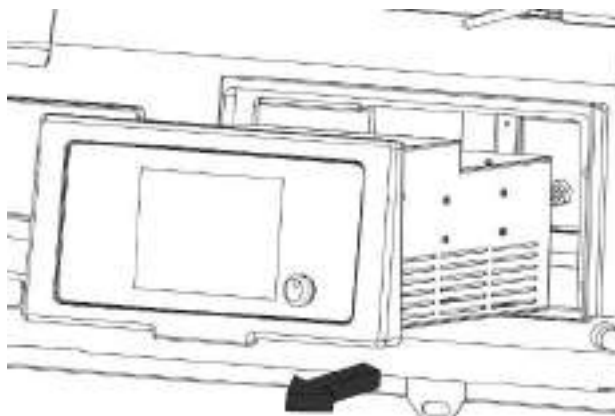

Figura 221 – Aba do painel – para incubadora com corpo em plástico de engenharia
- Pegue na aba do painel e puxe, conforme figura 221.